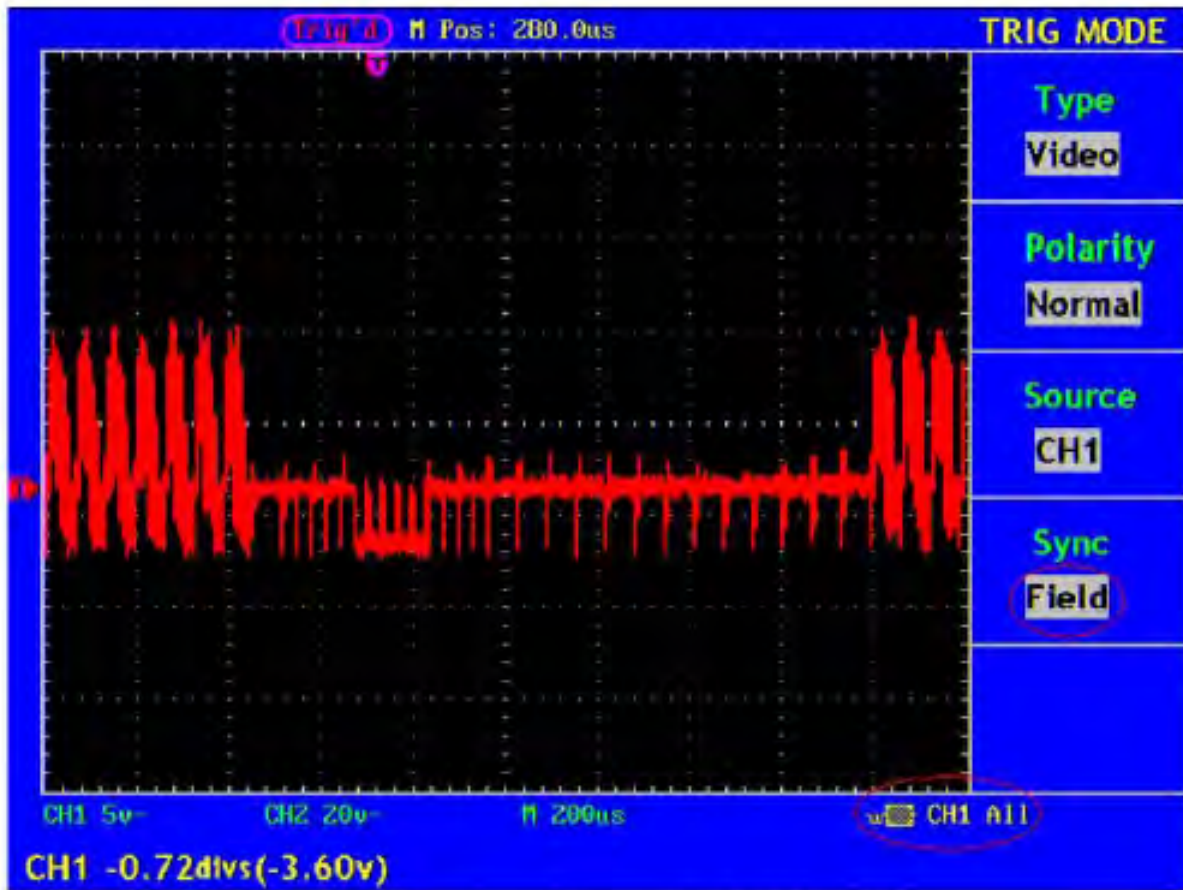

Abb. 31 Video-Wellenform getriggert im Modus "Field"
5. Drücken Sie die Menüauswahl taste **F4** und wählen Sie **Field** bei Sync. Die Anzeige auf dem Bildschirm ist wie in Abb. 31 gezeigt.